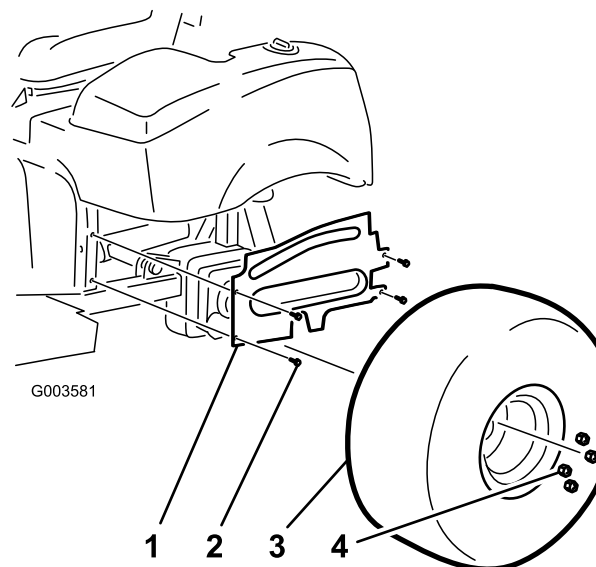

Figure 37
9. Remettez les 4 boulons à embase qui fixent le carénage de la roue gauche au châssis (Figure 37).
10. Montez la roue arrière gauche (Figure 37).